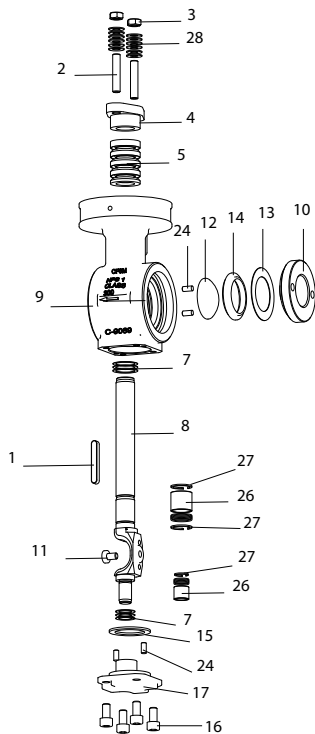
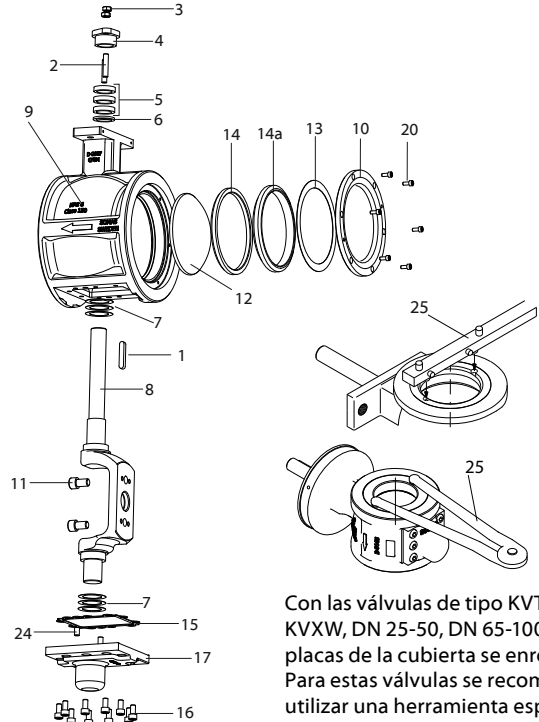

Fig.6-4
Fig.6-6
Con las válvulas de tipo KVTW y KVXW, DN 25-50, DN 65-100 las placas de la cubierta se enroscan. Para estas válvulas se recomienda utilizar una herramienta especial para retirar las placas de las cubiertas (→ Fig.6-6/25).
1. Retirar la placa de cubierta (→ Fig.6-4/10) con la herramienta especial (→ Fig.6-6/25).
2. Retirar la arandela de resorte (→ Fig.6-4/13), el asiento (→ Fig.6-4/14).
Con las válvulas de tipo KVTW y KVXW, DN 25-50 y DN 65-100, las placas de la cubierta se enroscan. Para estas válvulas se recomienda utilizar una herramienta especial para retirar las placas de las cubiertas (→ Fig.6-6/25).
2. Lubricar las superficie de los asientos y los tornillos de la placa de cubierta (→ Fig. 6-6/20) con pasta de disulfuro de milibdeno. Para las válvulas con placas de cubierta atornilladas, lubricar las roscas en el cuerpo de la válvula.